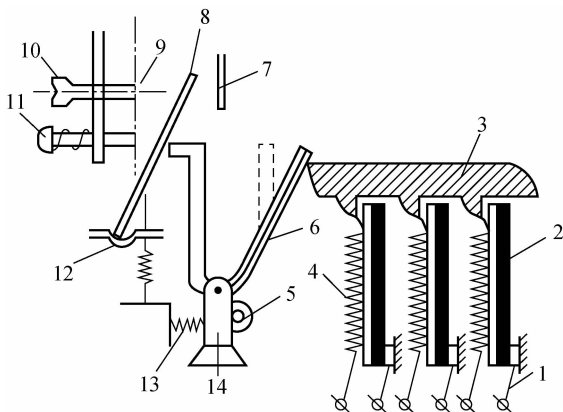

图 1-33 热继电器的结构
(1) 热继电器的结构与原理。热继电器主要由热元件、双金属片和触点等组成,如图 1-33 所示。